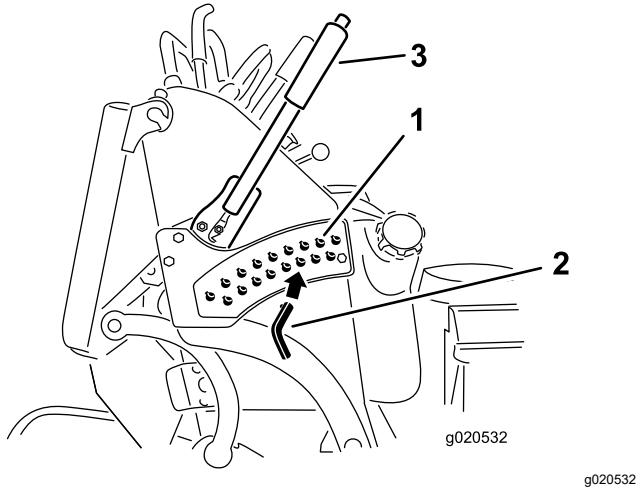

Figura 21
- Seleccione el taladro del soporte de altura de corte que corresponde a la altura de corte deseada, e inserte el pasador (**Figura 21**).
- Presione el botón y baje la palanca de altura de corte hasta el pasador (**Figura 21**).